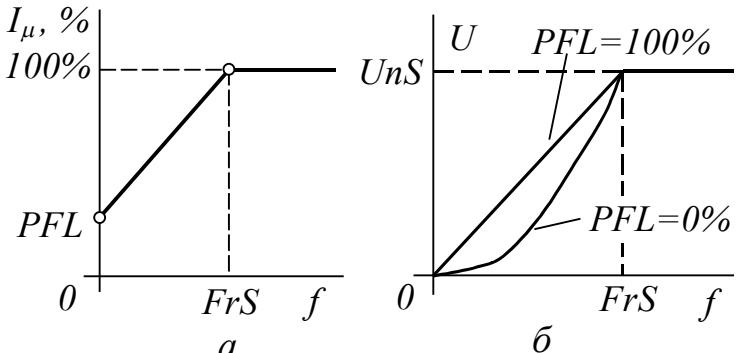

Рис. 6.1. ВЧХ для турбомеханизмов
- если PFL=100%, ток намагничивания, магнитный поток и отношение  $U/f$  сохраняются неизменными при снижении частоты ниже номинальной (рис. 6.1);
- UFr, [IR compensation], [IR-компенсация] – степень IR-компенсации (25... 200%). Действие аналогично параметру U0 в скалярных законах управления (ср. рис. 6.1 и 6.2);